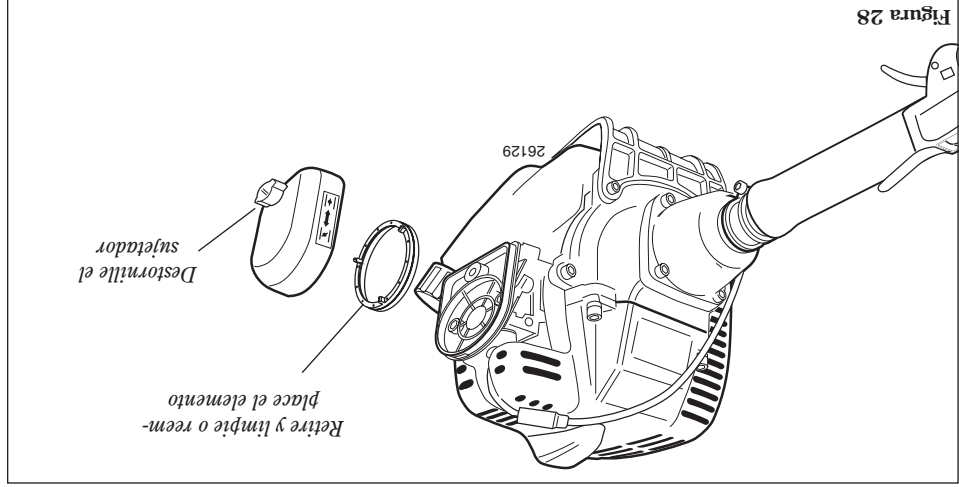

Figura 28
- Retire el elemento del filtro de aire. Consulte la figura 28. Limpie o reemplácelo como sea necesario. Para lavar el elemento: Laveo meticulosamente con agua y jabón. Deje que seque antes de reinstalarlo.